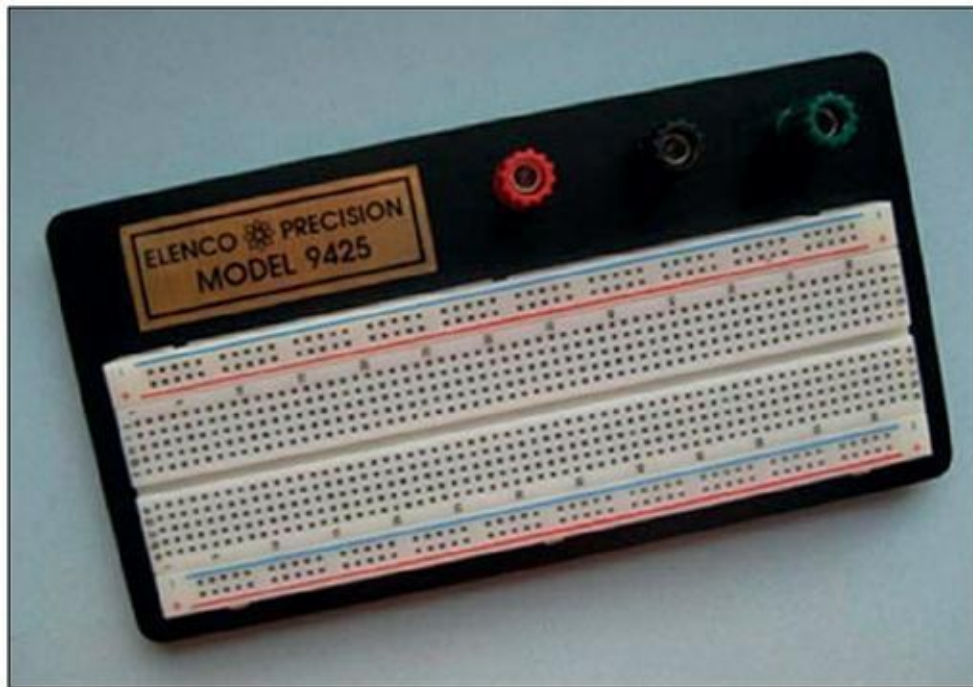

FIGURE 2-2 Cette plaque d'essais sans soudure possède 830 points de contact.
- » **Une plaque d'essais sans soudure** : Une plaque d'essais sert à construire, étudier, modifier, défaire et reconstruire des circuits. Je vous recommande l'acquisition d'un modèle de grande taille, comme la plaque Elenco à 830 points de contact que vous trouverez sur Internet pour un prix avoisinant les 11 euros (voir Figure 2-2).